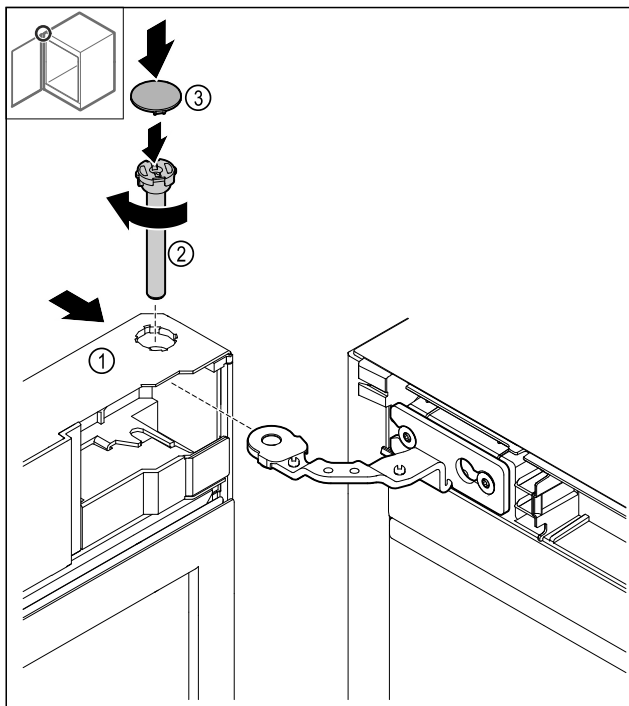

Fig. 46
- ▶ Felül tolja az ajtót Fig. 46 (1) a zsanérra.
- ▶ A csapot Fig. 46 (2) dugja be, és az óra járásával egyező irányban húzza meg.
- ▶ Helyezze fel a fedelet Fig. 46 (4).